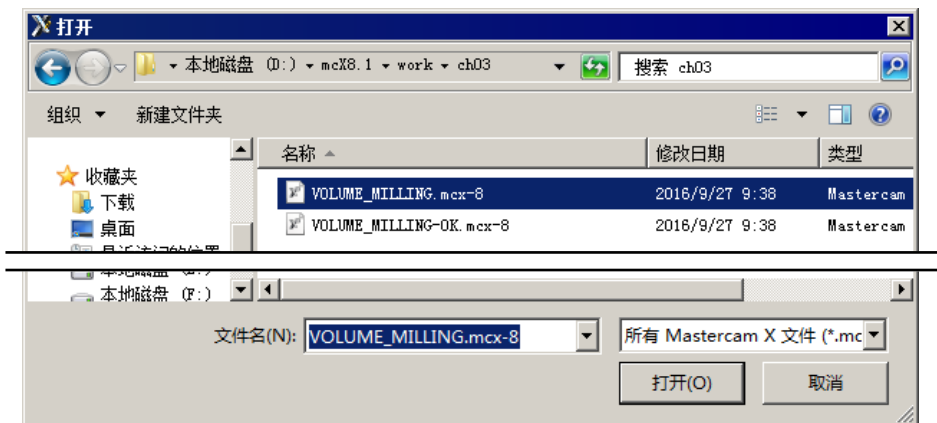

图 3.2.1 “打开”对话框
Step1. 打开原始模型。选择下拉菜单 **文件(F)** ➔ **打开(O)...** 命令，系统弹出图 3.2.1 所示的“打开”对话框。在“查找范围”下拉列表中选择文件目录 D:\mcx8.1\work\ch03，选择 VOLUME_MILLING.mcx-8 文件，单击 **打开(O)** 按钮，系统打开模型并进入 Mastercam X8 的建模环境。